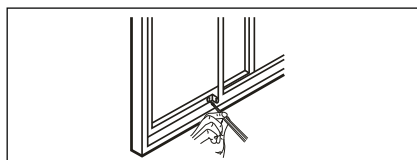

Abb. 22
7. Um den linken Schiebeteil des Fensters zu arretieren, befestigen Sie das Winkelstück wie in der Abbildung dargestellt mit 1/2-Zoll-Schrauben (12,7 mm) (Abb. 22).